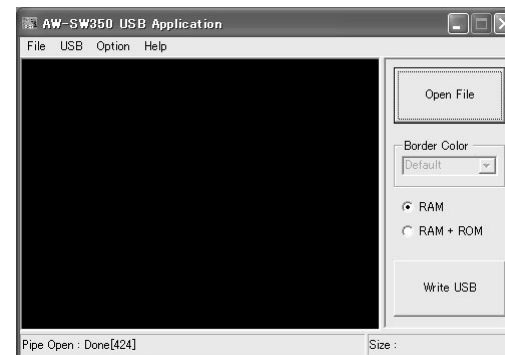

Fig.9 Ecran principal du programme d'application
- 2** Quand le programme d'application utilisé avec le programme de transfert d'image USB pour l'AW-SW350 démarre, l'écran principal indiqué à la Fig.9 apparaît.